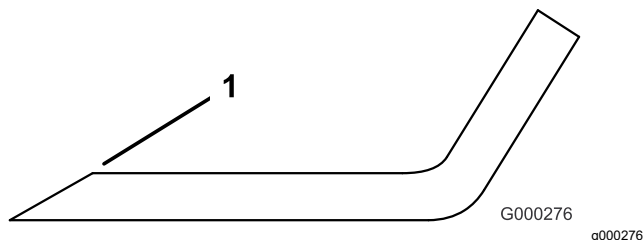

Figure 91
3. Examinez les tranchants de toutes les lames et aiguissez-les s'ils sont émoussés ou ébréchés (Figure 91).
Remarque: N'aiguissez que le haut du tranchant et conservez l'angle de coupe d'origine pour obtenir une coupe nette (Figure 91). Limez la même quantité de métal sur chacun des deux tranchants pour ne pas déséquilibrer la lame.